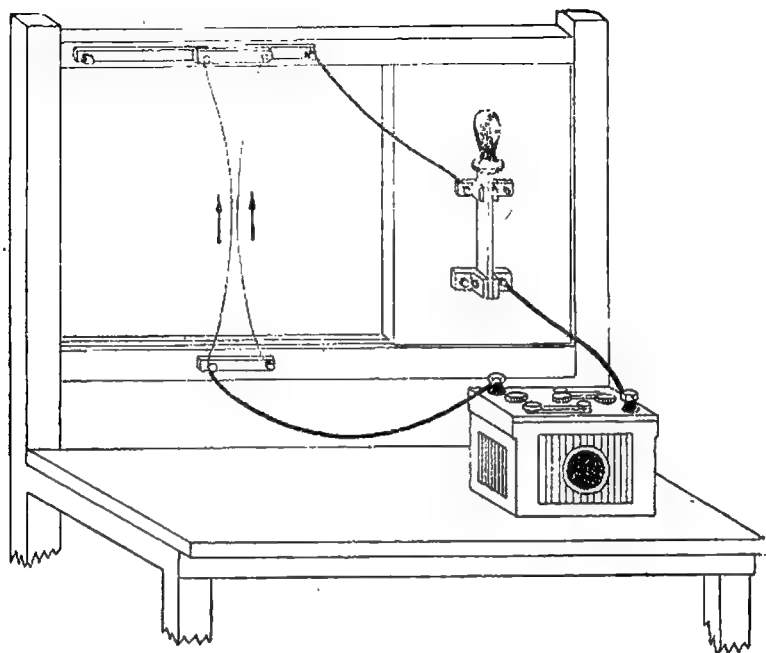

Fig. 106. — Acțiunile reciproce ale curenților de același sens
60. Forțele între curenți electrici. Să facem montajul arătat în fig. 106, 107, folosind în acest scop sârmă subțire și flexibilă.
Să închidem întrerupătorul; în cei doi conductori paraleli din fig. 106, trec doi curenți de același sens. Observăm că acștia se apropie.